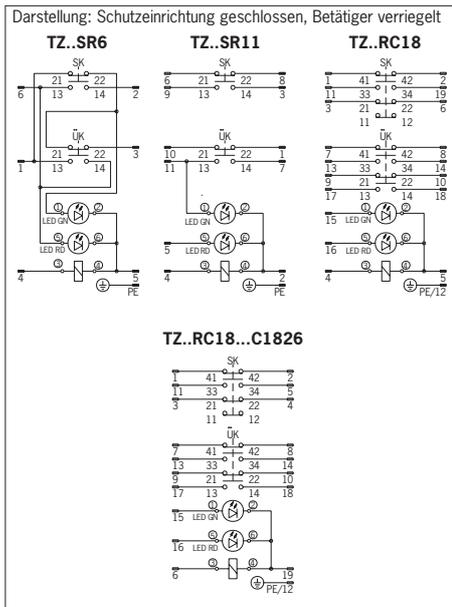

Bild 2a: Anschlussbelegung
¹⁾ Die LED-Funktion ist in dieser Betriebsanleitung für die Standardverdrahtung der Ausführung TZ...SR6 beschrieben (siehe Bild 2a: Pin 1 = ⊕ / Pin 5 = ⊖ / Pin 2, 3, 6 zur SPS).
- Anschlussbelegung siehe Bild 2a.
- Anschluss- und Steckerbelegung siehe Bild 2a-2b.